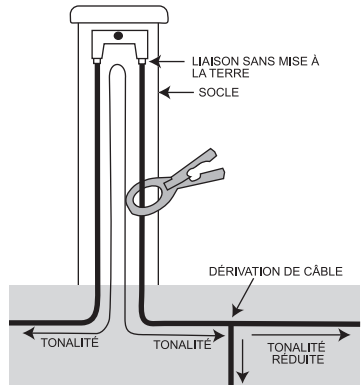

Fig. 12. Tonalité réduite au niveau d'une dérivation de câble
4. **Tonalité réduite au niveau de la dérivation** : Lorsque tonalité est appliquée à un câble comportant une dérivation, la tonalité est divisée, ce qui a pour effet de la réduire relativement à la longueur et au calibre de chaque conducteur. (Voir fig. 12)